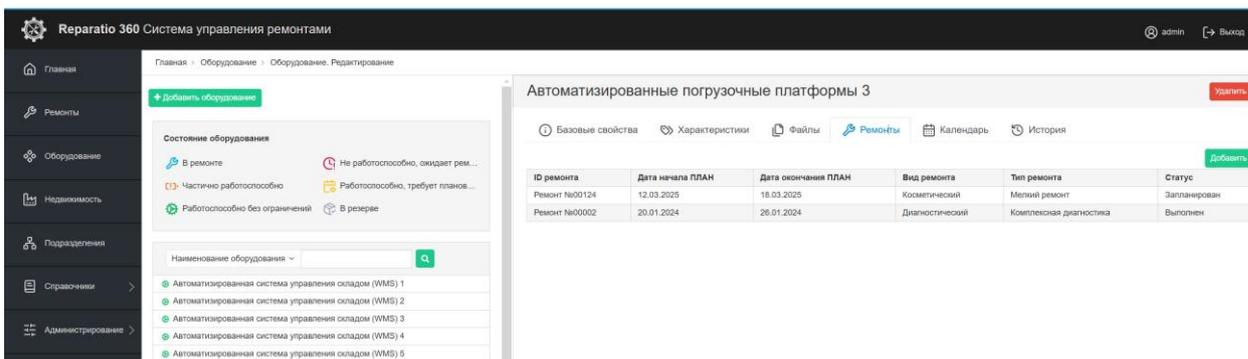

Рисунок 40. «Оборудование. Ремонты»
□ **Ремонты** – на вкладке представлена таблица с ремонтами, которые когда-либо были назначены для данной единицы оборудования (см. рисунок 40). По клику на ID ремонта доступен переход на карточку данного ремонта. Для возврата на карточку оборудования необходимо кликнуть на кнопку **← Вернуться** слева вверху.